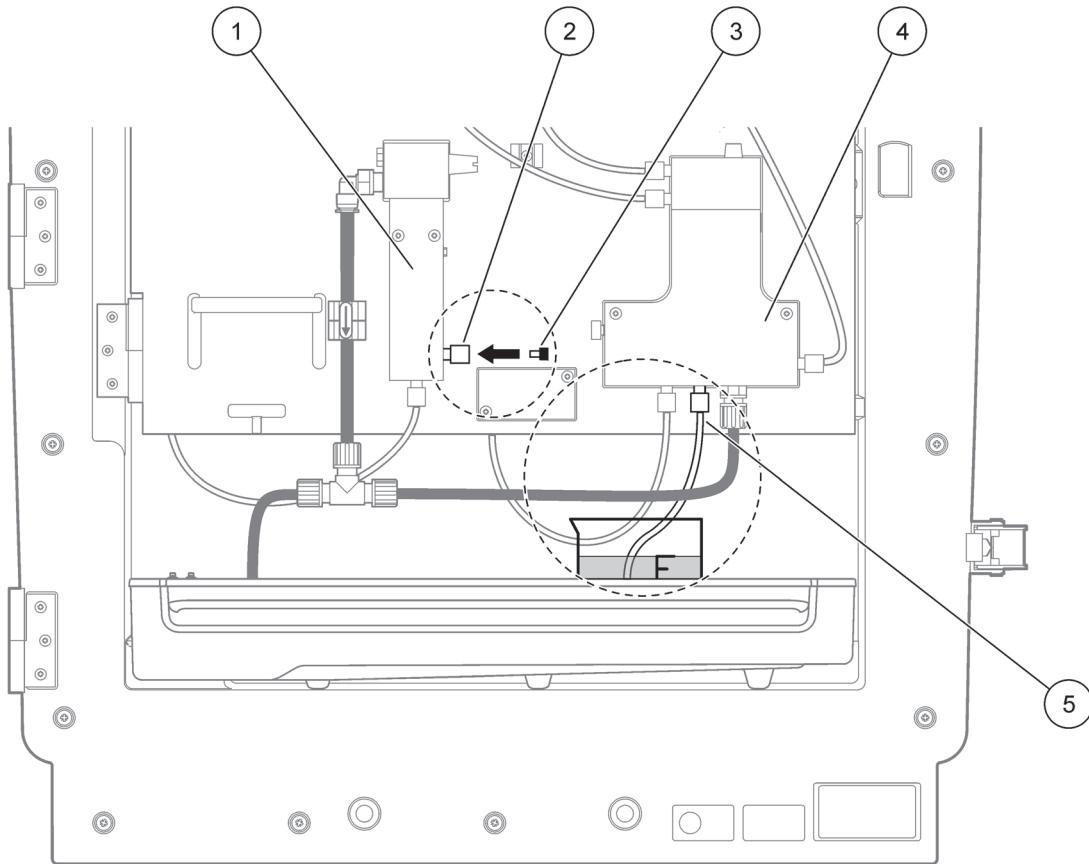

Figura 5 Modifica di PHOSPHAX sc
7. Selezionare Enter per modificare l'analizzatore (Figura 5 a pagina 82):